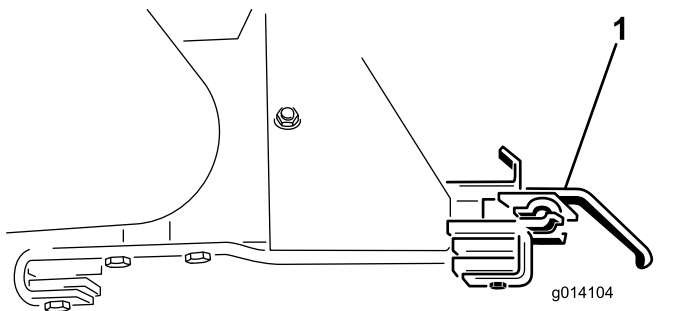

Figure 58
18. Déposez les deux supports de fixation de l'accessoire (Figure 58).